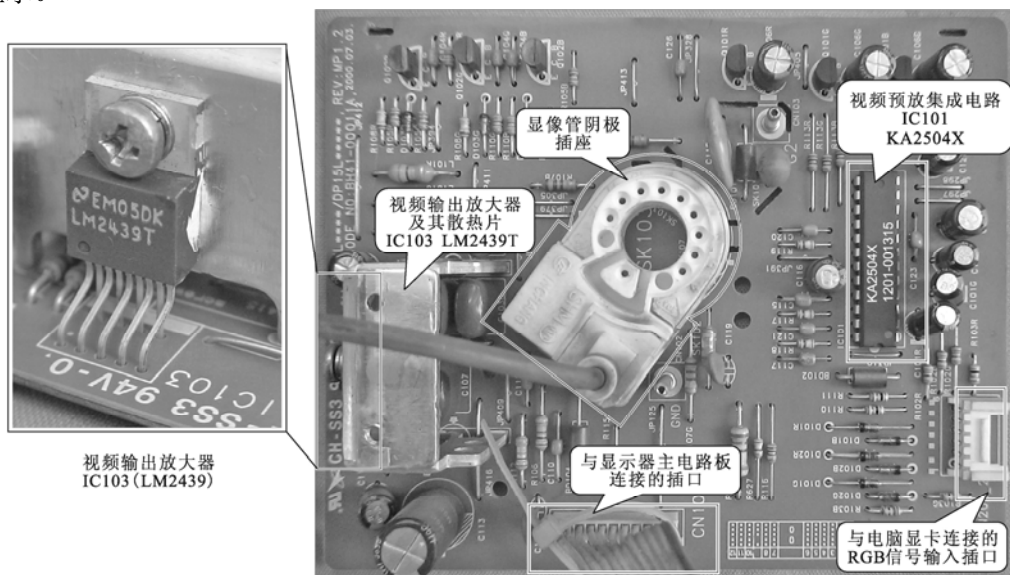
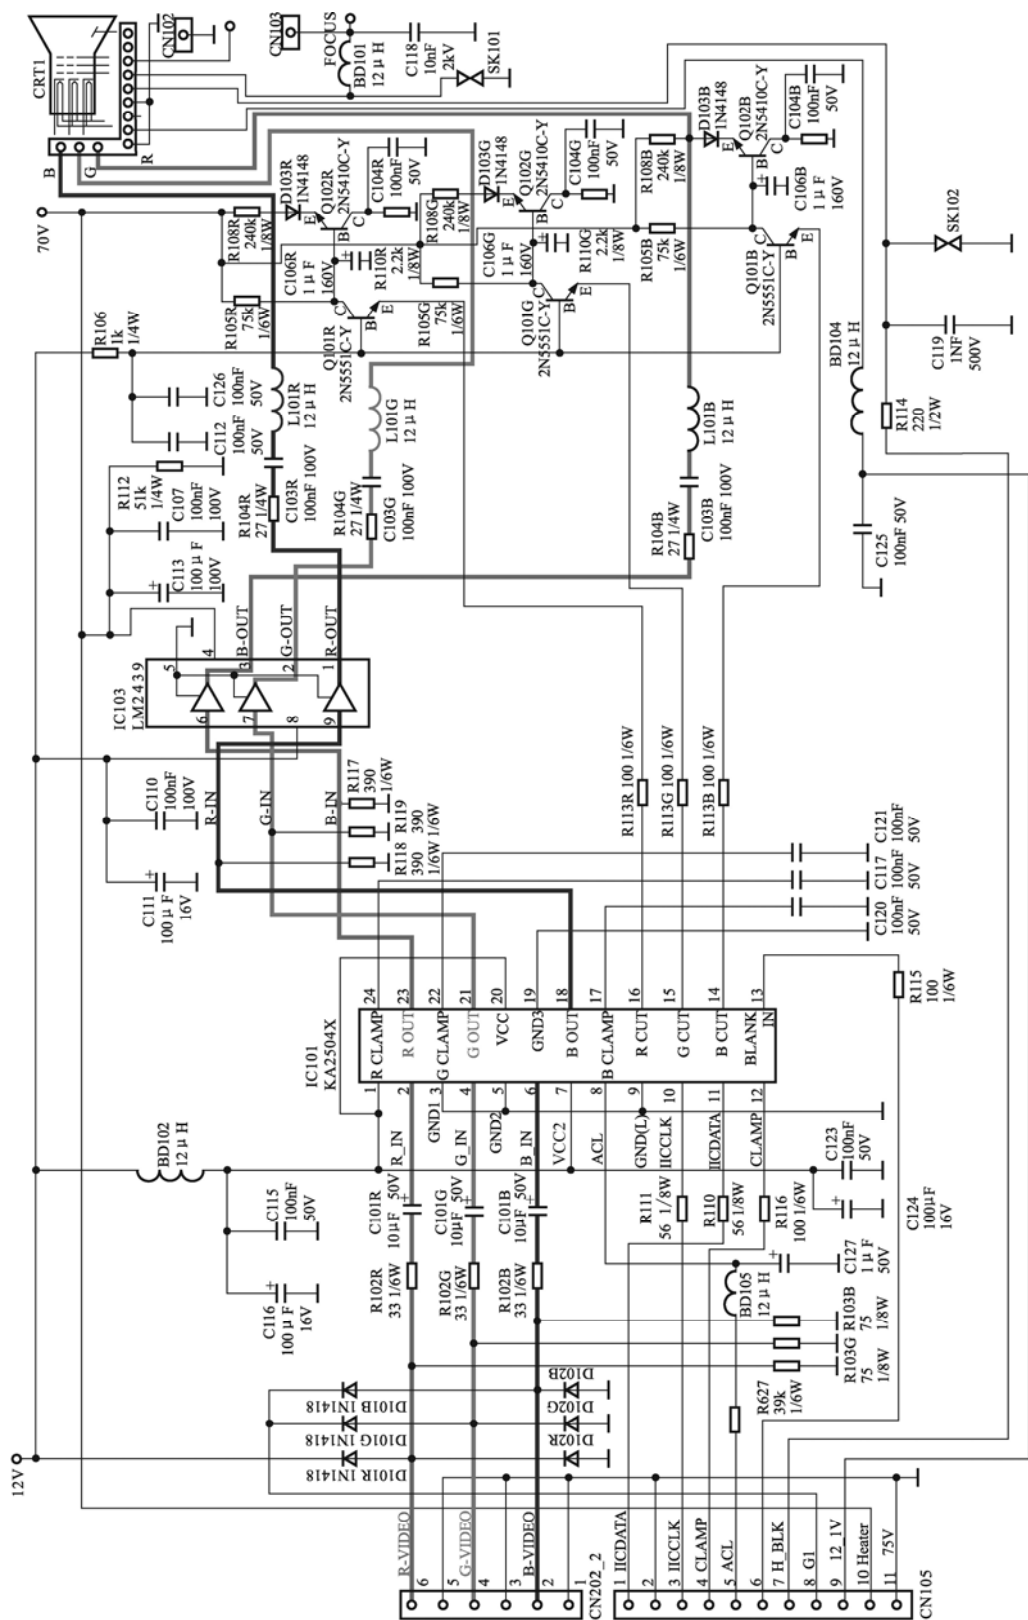

图 2-72 采用 KA2504X 视频预放集成电路的视频信号处理电路的结构图(三星 550S 显示器)
图 2-73 采用 KA2504X 视频预放大集成电路的视频信号处理电路的原理图 (三星 550S 显示器)
图 2-72 为采用 KA2504X 视频预放集成电路的视频信号处理电路的结构,它主要应用于三星(SAMSUNG)550S 显示器中。图 2-73 为其对应的视频电路原理图。该显示器的视频电路主要由视频预放集成电路 IC101(KA2504X)、视频输出放大器 IC103(LM2439T)及相关元器件构成。由于该视频电路与前述美格显示器结构不同,电路中没有字符显示电路(OSD),因此这个显示器没有屏显功能,即在不接主机时,通电开机后屏幕上无字符或符号显示。
由如图 2-73 所示可知,由显卡送来的 R、G、B 三路模拟视频信号经连接器 CN202\_2 的⑥、④、②脚输入到视频信号处理电路板,各路信号分别经限流电阻器、耦合电容送入视频预放集成电路 IC101(KA2504X)的②、④、⑥脚。经视频预放集成电路处理后的 R 信号由③脚输出,送入视频放大器 IC103(LM2439T)的⑥脚;经视频预放集成电路处理后的 G 信号由⑤脚输出,送入视频放大器的⑦脚;经视频预放集成电路处理后的 B 信号由⑧脚输出,送入视频放大器的⑨脚。这三路 R、G、B 视频基色信号经视频放大器放大后分别由 IC103 的①、②、③脚输出,送入显像管阴极,并在屏幕上显示图像。